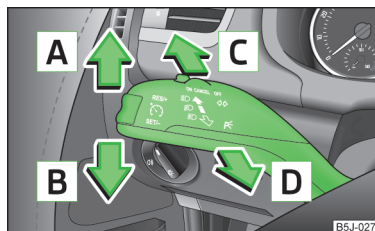

Fig. 42
- Tirare la leva degli indicatori di direzione » fig. 42 a pagina 62 posta sul volante e al tempo stesso spingerla verso il basso mantenendola in questa posizione.
- Tirare la leva degli indicatori di direzione » fig. 42 a pagina 62 posta sul volante e al tempo stesso spingerla verso l'alto mantenendola in questa posizione.
Posizioni della leva di comando » fig. 42.
- Premere la leva di comando » **fig. 42 a pagina 62** verso l'alto o verso il basso per accendere rispettivamente la luce di posizione destra o sinistra.